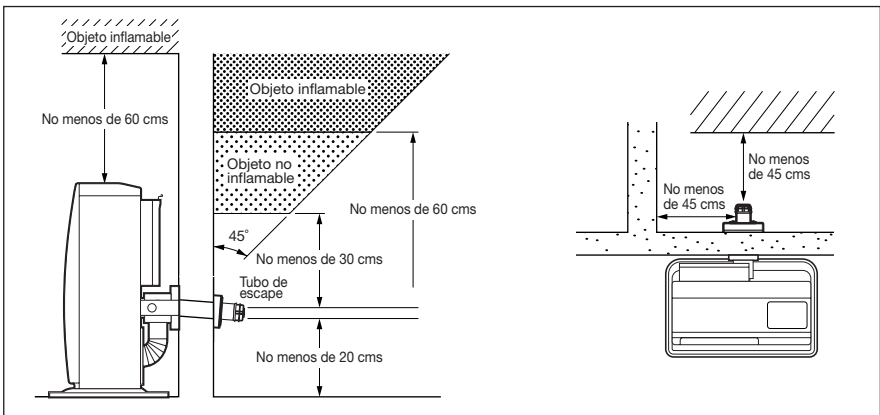

Figura 2
1. Las aberturas de tubo de toma y de escape para Tubería de Ventilación debe exponerse completamente afuera.. La Tubería de Ventilación no debe expulsar a la chimenea, al garaje, al sótano, a la cavidad con techo, ó al lugar cerrado, ni debe instalarse verticalmente, porque la Tubería de Ventilación es un "Intercambiador Térmico", que genera una condensación en tubo de escape y debe drenar afuera. (Vea Figura 2 página 21)
2. Instale Tubería de Ventilación (Vea Figura 2 página 21). Tome nota de que el volumen y la temperatura de gas caliente de combustión que el tubo de escape descarga afuera, es mínima y que no presenta nada de problema.
2. Asegúrese de que el área al aire libre donde se descarga el aire de ventilación esté libre de objetos que puedan ser afectados por gas caliente de combustión. (Vea Figura 2)
La Tubería de Ventilación (como en Figura 2), es para la pared de grueso desde 130 mm hasta 230 mm.